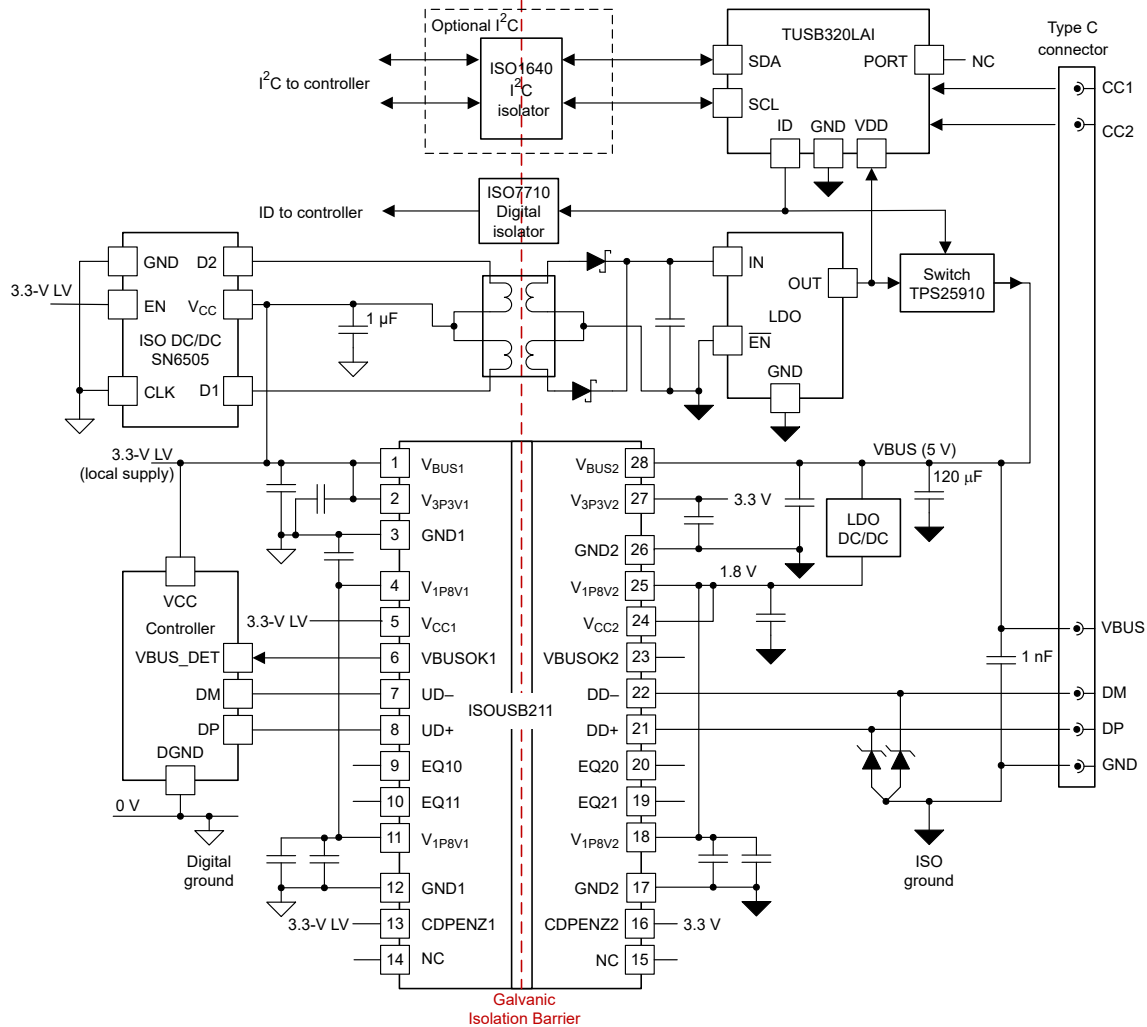

图 4. 利用 ISOUSB211 和 TUSB320 实现隔离式 USB DRP
图 4 展示了具有实际器件的自供电隔离式 USB Type-C 端口的实现情况。这些器件包括德州仪器 (TI) 的 **ISOUSB211** 隔离式 USB 中继器、**SN6505** 5W 推挽式变压器驱动器、**TUSB320LAI** USB Type-C 控制器、**ISO7710** 数字隔离器、**TPS25910** VBUS 开关和 **ISO1640** 隔离式 I2C 隔离器。**ISOUSB211** 支持自动角色检测，其中侧 1 和侧 2 都能够根据哪一侧先检测到 1.5 kΩ 上拉电
大多数工业应用都是自供电的；换言之，在外设模式下，它们无需从 VBUS 取电。因此，图 3 和图 4 仅展示了从控制器侧到连接器侧的单向隔离式电源。需要从 VBUS 取电的双角色应用（例如电池供电型应用）可能需要双向隔离式直流/直流电源、电池充电电路和其他控制装置。